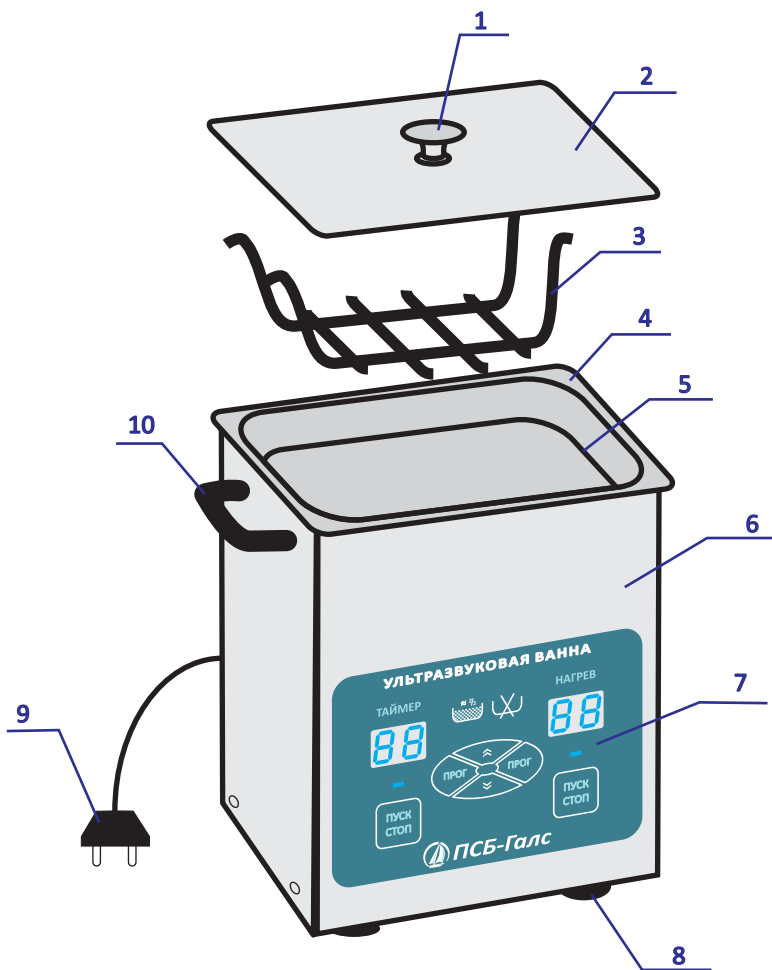
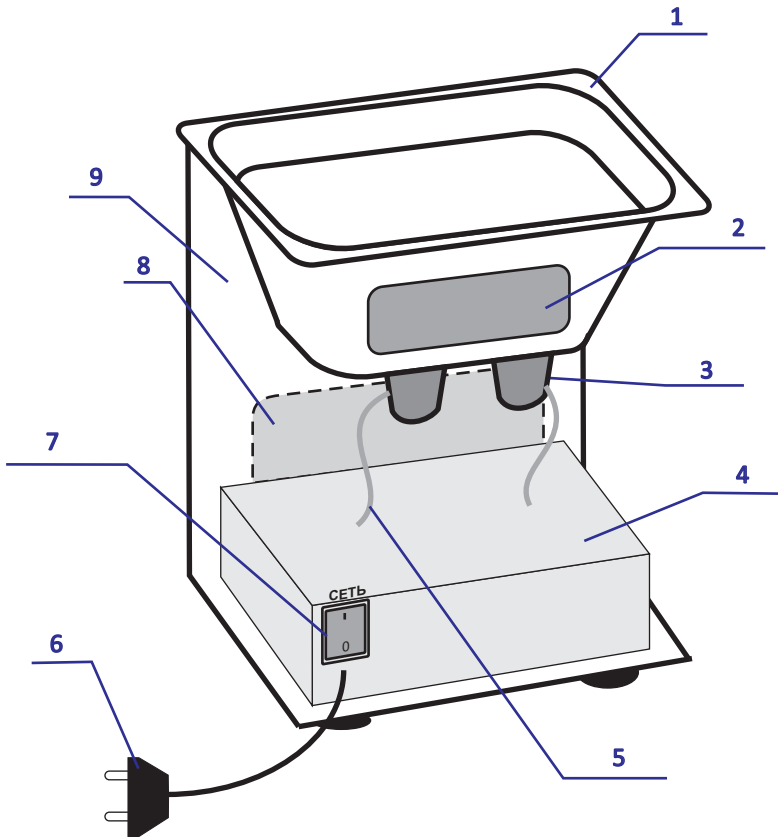

Рис. 1. Общий вид ИЗДЕЛИЯ
Рис. 2. Устройство ИЗДЕЛИЯ.
- 2.1. Общий вид ИЗДЕЛИЯ представлен на рис. 1, устройство - на рис. 2.
- 2.1.1. Рабочим узлом ИЗДЕЛИЯ является ванна 1 (рис. 2), выполненная из пищевой нержавеющей стали, со встроенными в её дно пьезокерамическими преобразователями 3 (рис. 2), которые являются источником ультразвуковых колебаний.
- 2.1.2. На задней стенке рабочей ёмкости 1 (рис. 2) установлены нагревательные элементы 2 (рис. 2).
- 2.1.3. На передней панели корпуса расположен блок управления ИЗДЕЛИЯ 8 (рис. 2).
- 2.1.4. Ванна соединена с ультразвуковым генератором 4 (рис. 2), преобразующим напряжение электрической сети (~220 В, 50 Гц) в высокочастотные электрические колебания (22-120 кГц), при помощи проводов 5 (рис. 2).
- 2.1.5. На ИЗДЕЛИИ объёмом от 4,0 литров конструкцией предусмотрены ручки 10 (рис. 1) с двух сторон для переноса ИЗДЕЛИЯ, а на ИЗДЕЛИИ объёмом от 5,7 литров - сливной кран, расположенный в нижней части правой боковой стенки.
4.1. Источником питания ИЗДЕЛИЯ служит ультразвуковой генератор, подключающийся к электрической сети ~220 В, 50 Гц при помощи кабеля с вилкой, имеющей заземляющий контакт, б (рис. 2). Рабочая полость ванны выполнена из пищевой нержавеющей стали. Корпус ванны и подвесная решётка выполнены из нержавеющей стали. Дно ванны изготовлено из алюминиевого сплава и является радиатором ультразвукового генератора.